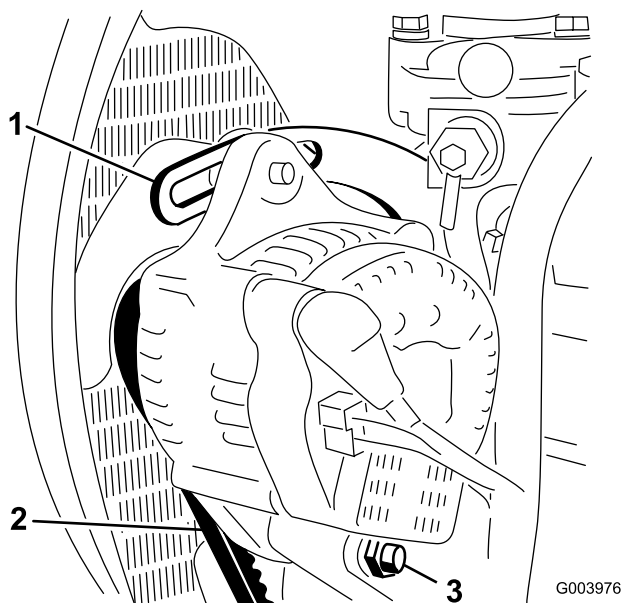

Bild 75
2. Prüfen Sie die Spannung des Treibriemens, indem Sie eine Kraft von 10 kg auf halber Entfernung zwischen der Lichtmaschine und der Kurbelwellenscheibe ansetzen (Bild 75).
3. Lockern Sie die Schrauben, mit denen der Bügel am Motor befestigt ist sowie die Schraube, mit der die Lichtmaschine am Bügel befestigt ist (Bild 75).